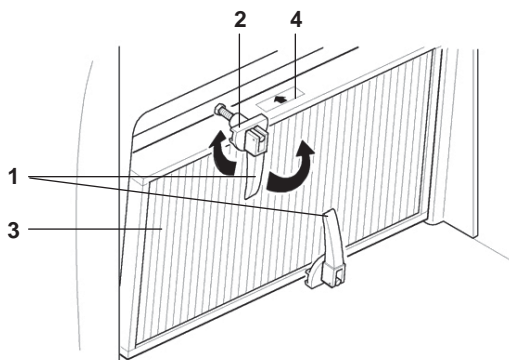

Fig. 6
- Åbn håndtagene (pos. 1)
- Drej grebene (pos. 2) 180°
- Udskift filteret (pos. 3)
- Pilen (pos. 4) skal pege i luftgennemstrømningens retning ude fra og ind mod maskinen.
PAS PÅ: Isæt filteret i den retning, der er angivet på filteret (pos. 4, fig.6).